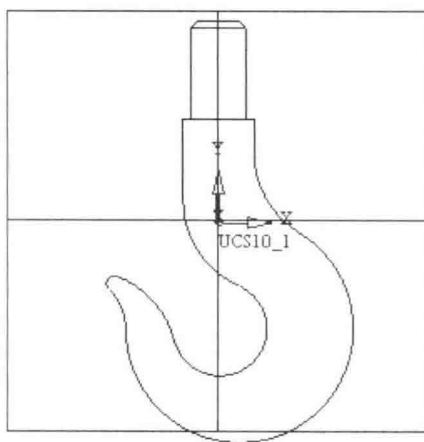

图 1-15 效果图
(4) 点选“草图”工具条的“退出草图”命令按钮 , 完成如图 1-15 所示的吊钩绘制。